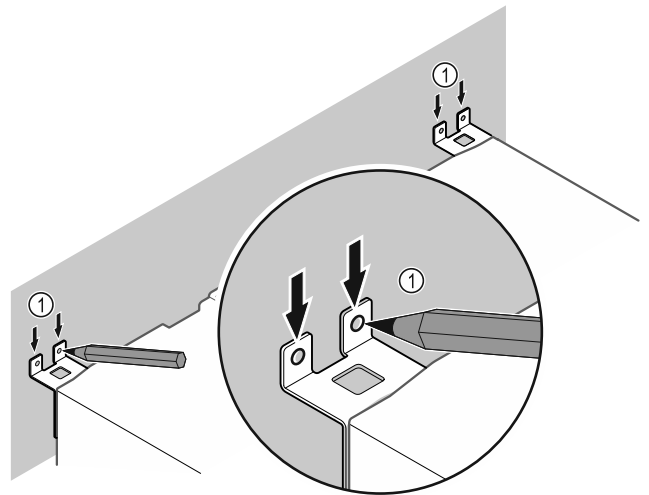

Fig. 12
- Trazar las marcas en la pared Fig. 12 (1).